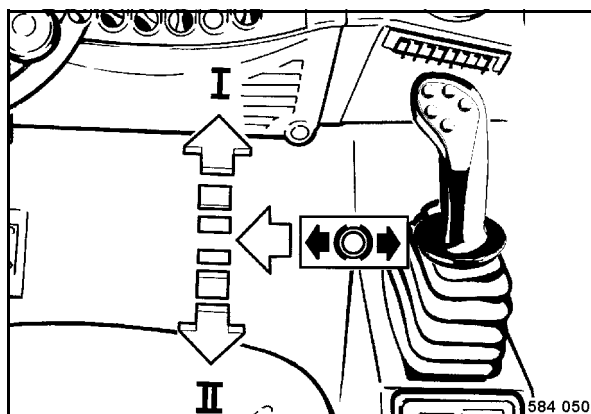

Fig. 123
- La palanca de marcha (Fig. 123) se debe desplazar por completo en posición „I“.